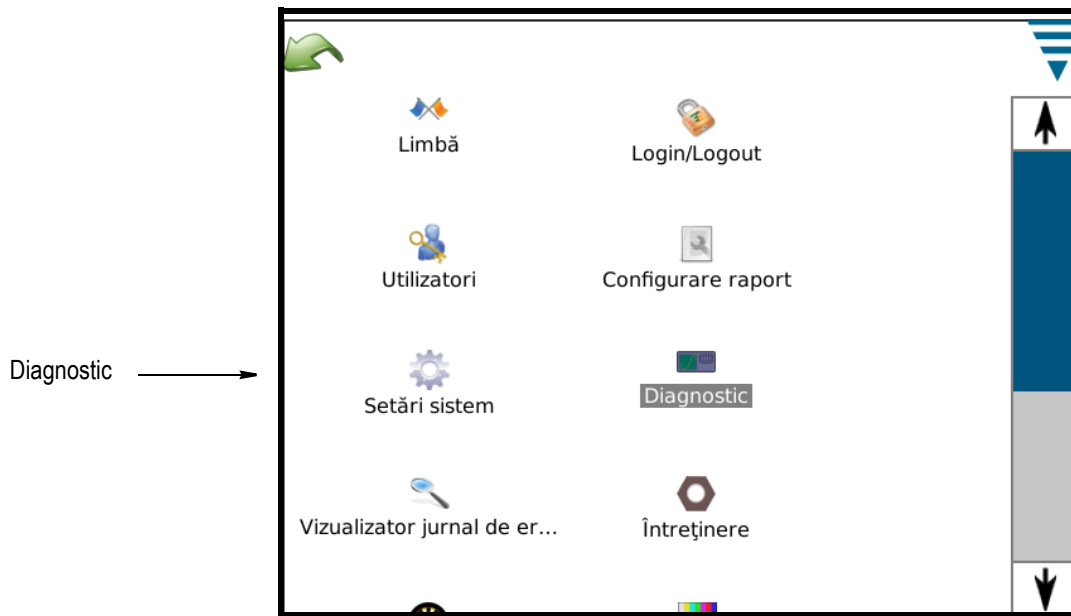

Figura 12
2. Derulați lista verticală apoi atingeți pictograma “Diagnostic” așa cum este ilustrat în Figura 12.